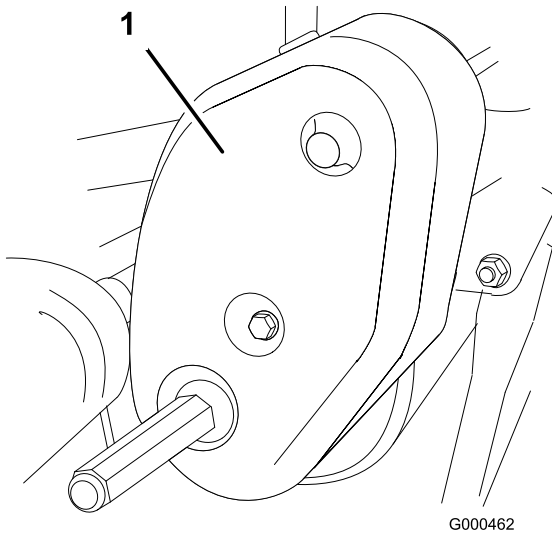

Figura 45
1. Retire las fijaciones de la cubierta de la correa y la cubierta para tener acceso a la correa (Figura 45).